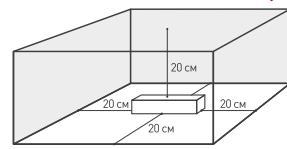
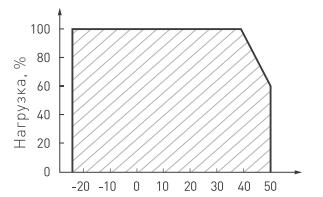

Рис. 3.
Рис. 4.
- 4.3. Для естественной вентиляции обеспечьте не менее 20 см свободного пространства вокруг источника питания, как изображено на рис. 3. При невозможности обеспечить свободное пространство используйте принудительную вентиляцию. В случае установки в ограниченном пространстве (например, в лайтбокс или профиль) предусмотрите обеспечение требуемого температурного режима источника питания согласно рис. 4.
- 4.4. Не нагружайте источник питания более чем на 80% от его максимальной мощности. Учитывайте, что с повышением температуры окружающей среды максимальная мощность источника питания снижается, см. график зависимости на рис. 4.